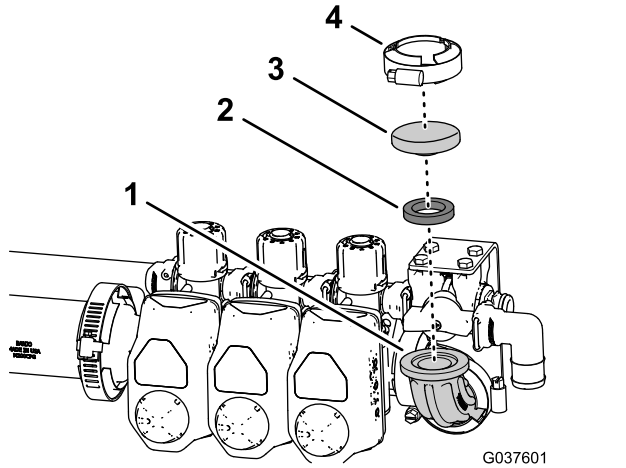

图46
1. 将垫片——25 x 35mm 以及盖子——52mm 组装到 90° 弯头的法兰上 图46。
2. 如 图46 所示用 4064mm 的法兰夹具将垫片和盖子固定到弯头。